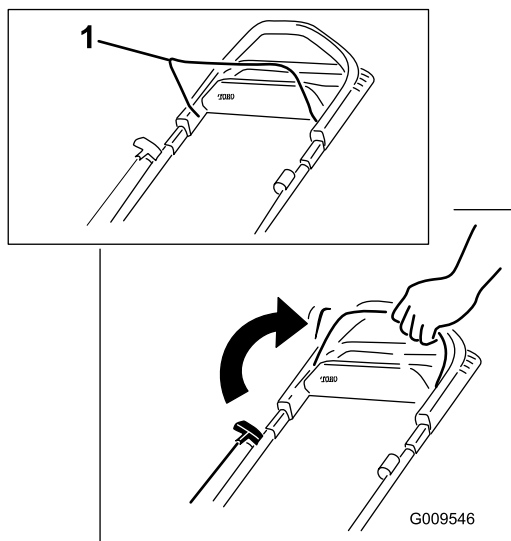

Figura 13
1. Mantenha barra de controlo da lâmina encostada à pega (Figura 13).